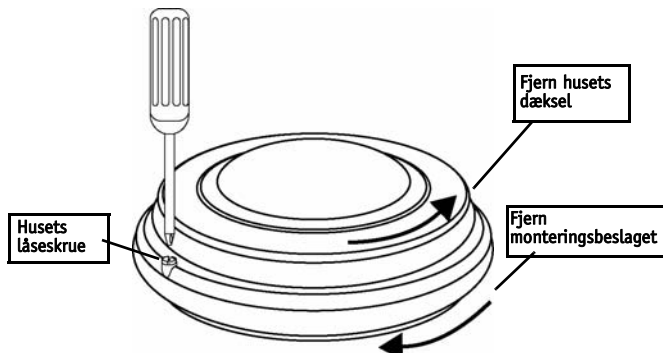

Figure 1 Tag husets dæksel og monteringsbeslag af
1. Løsn husets låseskrue (Fig. 1).
1. Placér en jumper på de ønskede pulstæller-pins (Fig. 1).